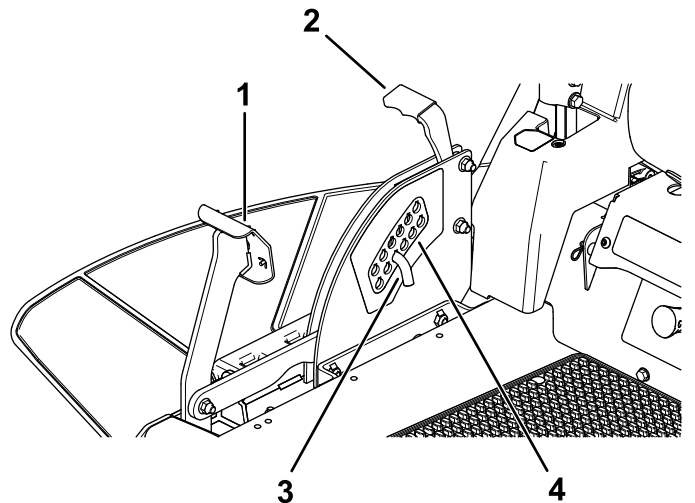

Figura 38
1. Premete il pedale di sollevamento del piatto di taglio e sollevate il piatto in posizione di blocco per il trasporto (oltre la posizione dell'altezza di taglio di 114 mm); come illustrato nella Figura 38.
2. Per regolare, spostate il perno dalla staffa dell'altezza di taglio (Figura 38).
3. Nel sistema di selezione dell'altezza di taglio scegliete un foro corrispondente all'altezza desiderata e inserite il perno (Figura 38).